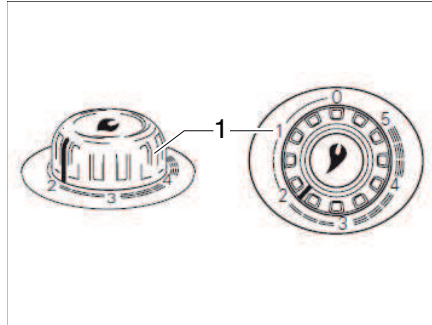

Bild 98 Drehregler an der Warmluft-Heizung
- Drehregler an der Heizung (Bild 98,1) auf gewünschten Wert einstellen und bis zum Anschlag niederdrücken.
- Drehregler an der Heizung (Bild 98,1) auf "0" stellen. Der Zündautomat wird damit gleichzeitig abgeschaltet.
- ▷ Weitere Informationen der separaten Bedienungsanleitung "Truma S 3004 (P) / S 5004" entnehmen.